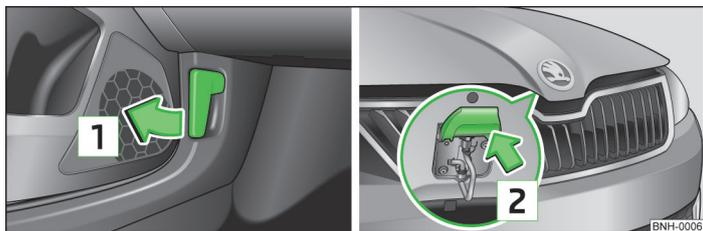

Fig. 132 Palanca de desbloqueo del capó del vano motor / palanca de desbloqueo
- Tirar de la palanca de desbloqueo ubicada debajo del tablero de instrumentos en el sentido de la flecha  » fig. 132.
- Presionar la palanca de desbloqueo en el sentido de la flecha  » fig. 132, el capó del vano motor se desbloqueará.
No abrir nunca el capó del vano motor con la palanca de desbloqueo » fig. 132. ■